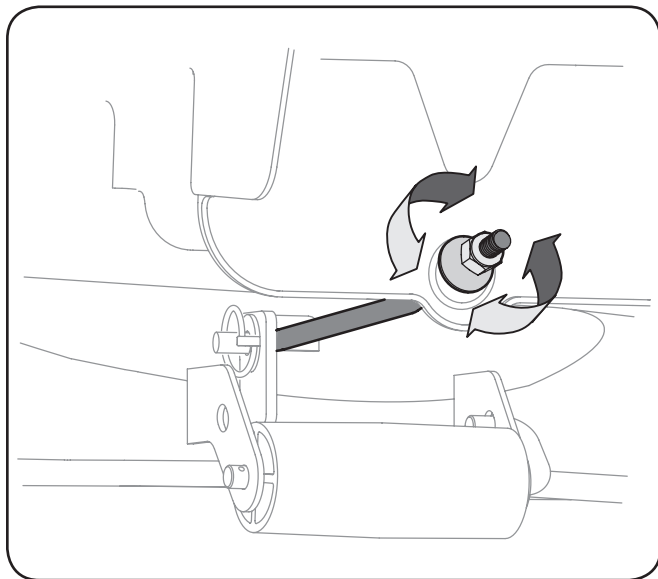

Figure 6-4
1. Repérez le contre-écrou à bride fixé au bout de la tige de suspension du plateau. Voir Figure 6-4.
3. Desserrez l'écrou (vers l'extérieur) pour abaisser l'avant du plateau de coupe. Voir Figure 6-4.